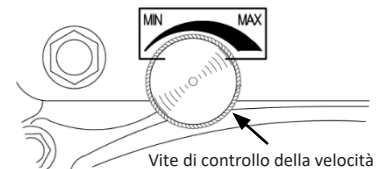

Fig. 15
**REGOLAZIONE DELLA VITE DI CONTROLLO DELLA VELOCITÀ (FIG. 15)**